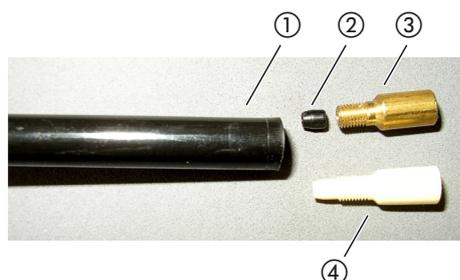

Fig. 6: Filtro capillare
- ① Estremità del puntale sniffer
- ② Guarnizione conica
- ③ Filtro capillare metallico
- ④ Filtro capillare di plastica
- 3 Inserire la guarnizione conica, vedi fig. 6 a pagina 19.